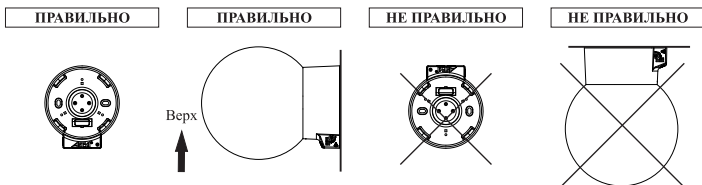

Рисунок 2: Правила монтажа при использовании совместно с лампой накаливания
- 4.3. При использовании совместно с лампами накаливания, крепление изделия допускается только на стену, датчиком вниз (рис. 2). При использовании совместно с любыми лампами (см. п. 3.5.), кроме ЛН, допускается крепление светильника на стену или потолок с любой ориентацией датчика. Крепление изделия допускается только с помощью штатных приспособлений через специальные крепёжные отверстия в корпусе изделия.